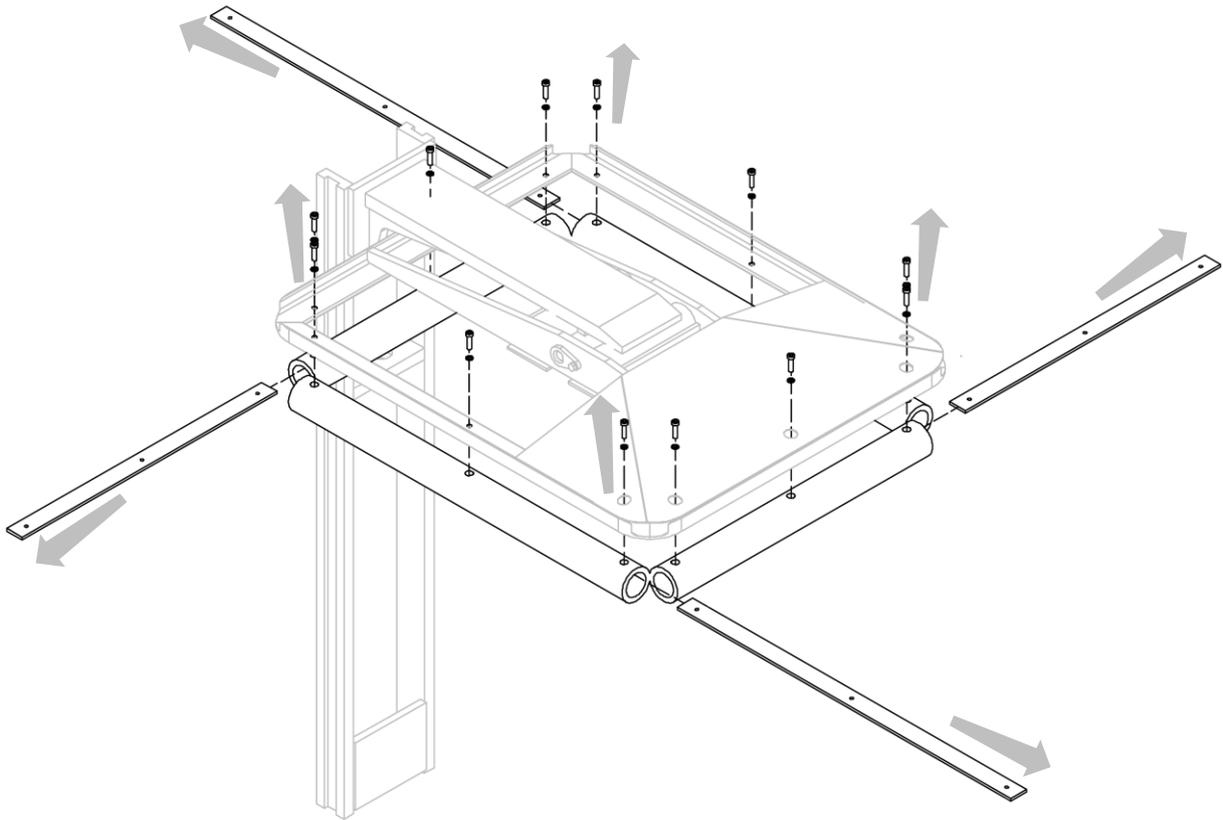

Figura 9
3. Rimuovere i tubi in gomma dopo aver rimosso i relativi piatti di fissaggio (vedi *Figura 9*).